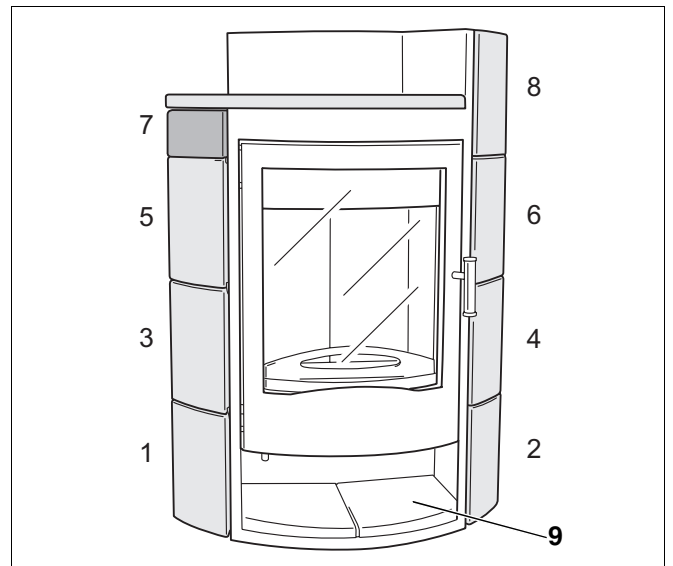

Abb. 57 Positionen der Kacheln
- Beim Einhängen der Kacheln mit Kachel Nummer 1 beginnen (Abb. 57).
- Die beiden Holzfachkacheln (Abb. 57, **Pos. 9**) in das Holzfach einlegen.